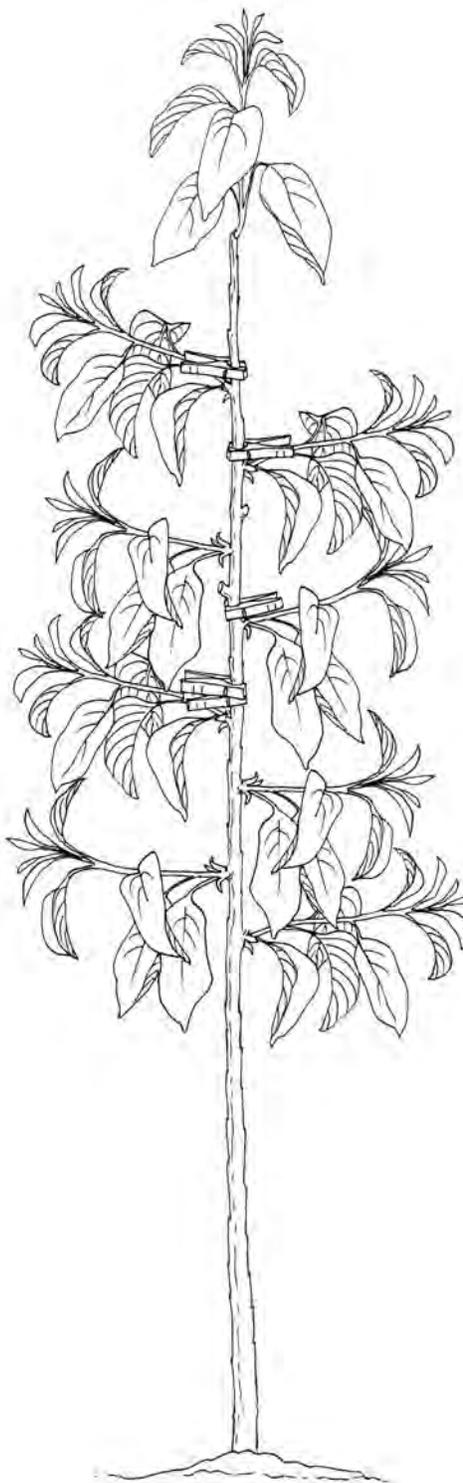

Figura 56
- Cuando los brotes alcancen tres o cuatro pulgadas de largo, se puede abrir el ángulo de inserción de aquéllos que crecen en vertical. Sujete una pinza al tronco, justo encima de los brotes, con un ángulo de 90 grados (Figura 56).